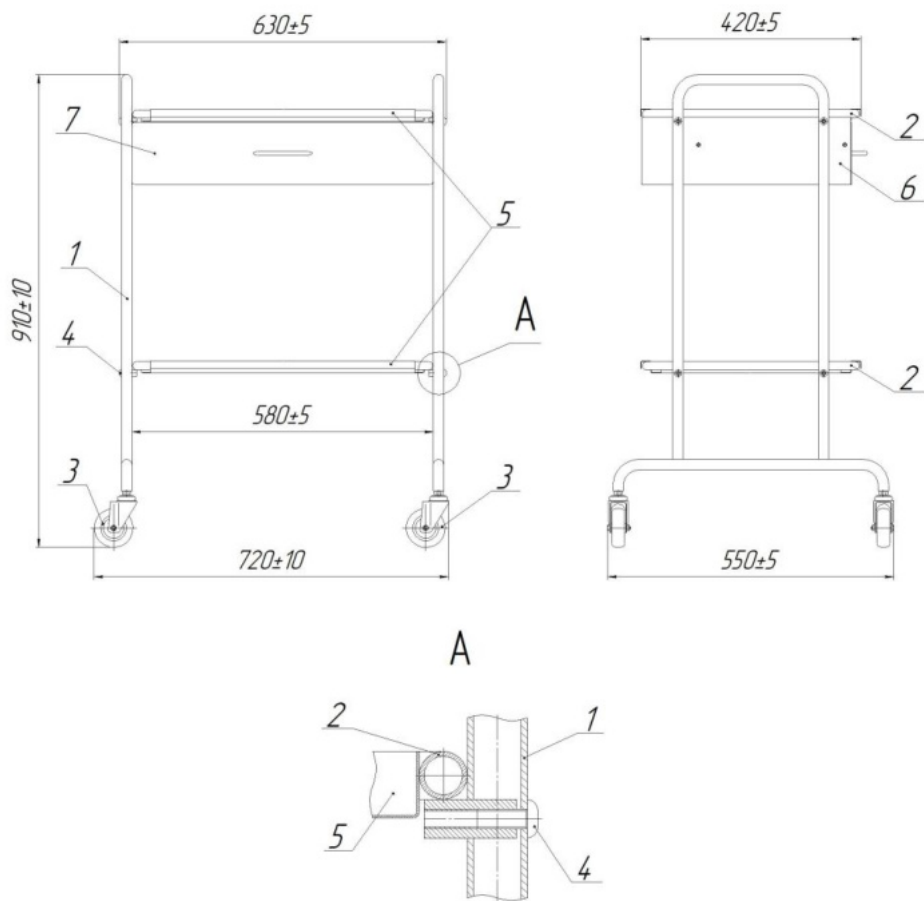

Рисунок 1 Столик медицинский процедурный СМпр-10 «Ока-Медик».
1.2. Габаритные размеры столика. см. рисунок 1.
1.3. Габаритные размеры верхней панели см. рисунок 1.
2.1. Столик (см. рис. 1) состоит из боковин (поз. 1), рамок (поз. 2) закрепленных между боковинами с помощью болтов М8 (поз. 4), с вставленными в них панелями (поз. 5). Футляра (поз. 6) закрепленного между боковин на рамке, выдвижного ящика (поз. 7), закрепленного в футляре на направляющих. И самоориентирующихся колес (поз. 3) закрепленных в основании боковин. Крепление перечисленных элементов осуществляется согласно (рис. 1, Вид А.)
2.2. Порядок сборки столика (см. рис. 1). Распакуйте набор деталей для столика и очистите их от упаковочного материала. Взять боковину (поз. 1) закрепить в ней рамку с полками (поз. 2), болтами М8 (поз. 4) входящими в комплект поставки, (болты находятся в отдельном пакете или вкручены в места крепления), как показано на (рис 1. Вид А). Положить собранной боковиной на пол, взять вторую боковину (поз. 1) и совместить отверстия в ней с соответствующими выступами рамок и закрепить болтами М8. Привернуть колеса (поз. 3) как показано на рисунке 1 и надежно закрепите их. Установить столик на колёса.